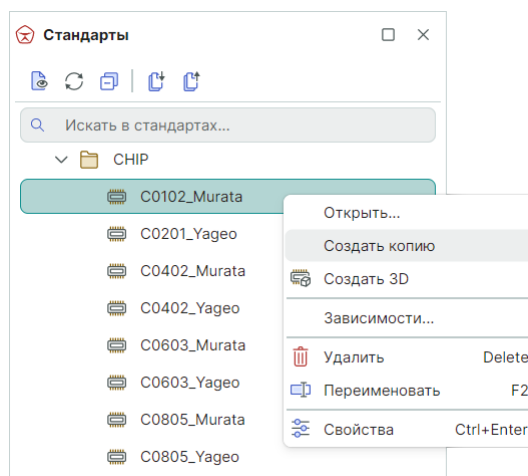

Рис. 118 Создание копии корпуса
2. Вызовите контекстное меню и выберите пункт «Создать копию», см. Рис. 118.